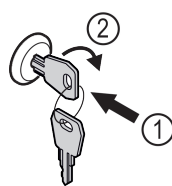

Fig. 152 Vejledende illustration
- Sæt nøglen i Fig. 152 (1).
- Drej nøglen 90° med uret Fig. 152 (2).